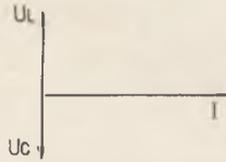

FIG. 47
N.B. Dans un circuit ne comprenant que des résistances pures, la tension U est en phase avec l'intensité i (figure 47 bis).
FIG. 47 bis